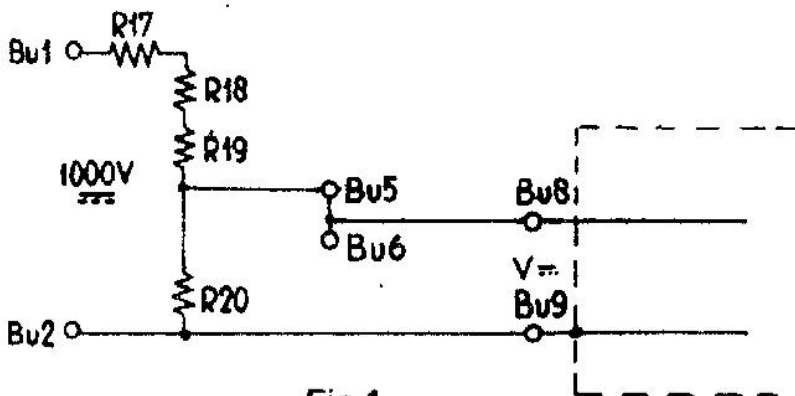

Fig.4
c. Spanningsgebied 0-1000 V gelijkspanning (zie fig.4)